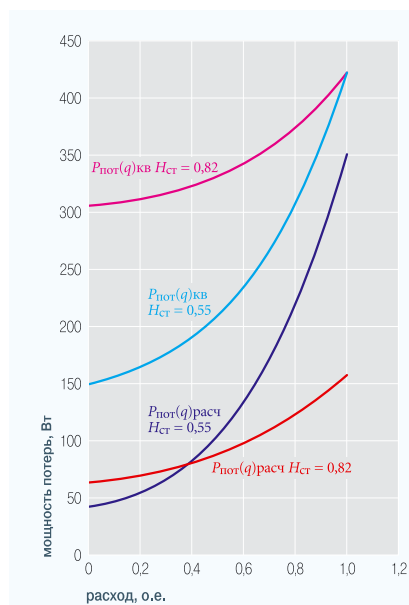

Рис. 4. Зависимость потерь мощности от расхода
■ Рис. 4. Плавный пуск электродвигателя